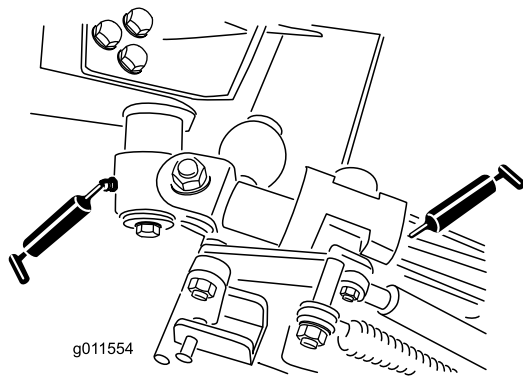

Figura 46
- Casquilhos articulados da manivela (2) (Figura 46)
- Casquilhos do braço traseiro (4) (Figura 46)